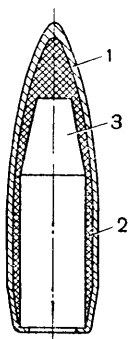

Рис. 47. Обыкновенная пуля:
36. Обыкновенная пуля (рис. 47) предназначена для поражения живых целей, расположенных открыто и за масками, пробиваемыми пулей.